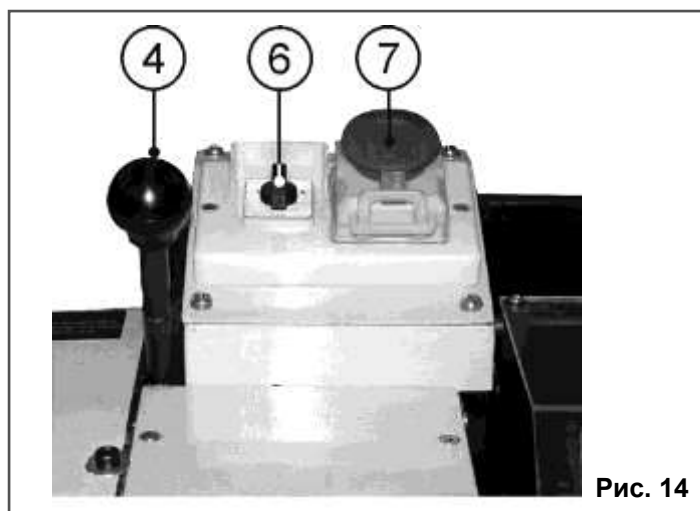
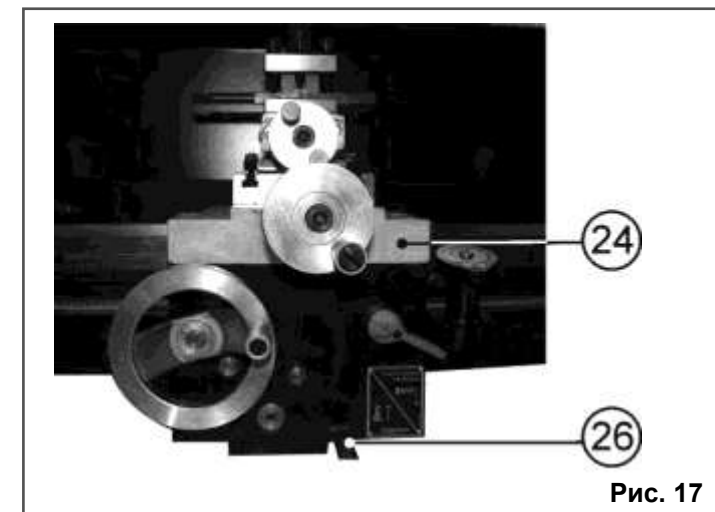

Рис. 14
Рис. 17
10.8.8. Направление движения автоматической подачи каретки (24) и направление вращения шпинделя (30), Рис. 2, определяется положением переключателя направления вращения шпинделя (6), Рис. 14.
Станок включится (начнет вращаться шпиндель), Рис. 14.
10.2.4. Направление вращения шпинделя определяется положением переключателя направления вращения шпинделя (6), Рис. 14.
### 10.4. Точение с автоматической подачей (Рис. 17, 18)
ния шпинделя (6), Рис. 14, соответствует направлению автоматической подачи каретки (24), Рис. 17.
ской подачи (26) в верхнее положение приводится в действие автоматическое перемещение каретки (24), Рис. 17.